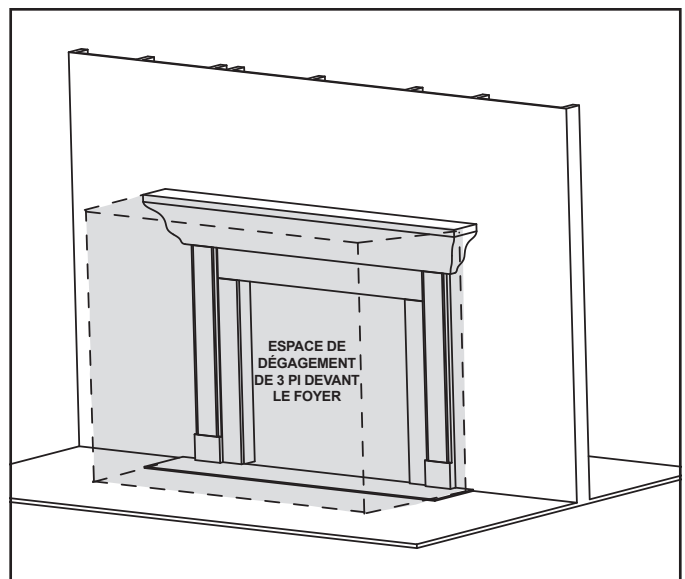

Figure 3.1 Exigences de dégagement - tous les modèles
**AVERTISSEMENT! NE PAS placer d'objets inflammables devant le foyer ou de manière à recouvrir les ouvertures du foyer. Des températures élevées pourraient provoquer un incendie. Voir la figure 3.1.**